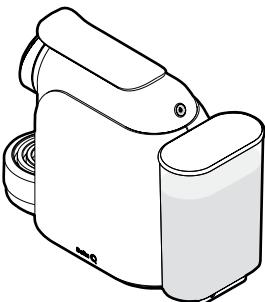

Fig. 4: Placez le réservoir d'eau dans la machine.
- Après l'avoir rempli d'eau, et s'il a été retiré, placez le réservoir d'eau dans sa position initiale et assurez-vous qu'il est correctement fixé (voir **Fig. 4**).
Après avoir rempli le réservoir d'eau, et s'il a été retiré, placez-le dans sa position initiale et assurez-vous qu'il est correctement fixé (voir **Fig. 4**).